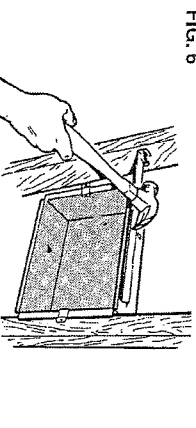

FIG. 6
3. Extend mounting bracket, level housing, and nail to other stud. (FIG. 6)
3. Extienda los soportes de montaje, nivele la caja, y clave a la otra viga. (FIG. 6)